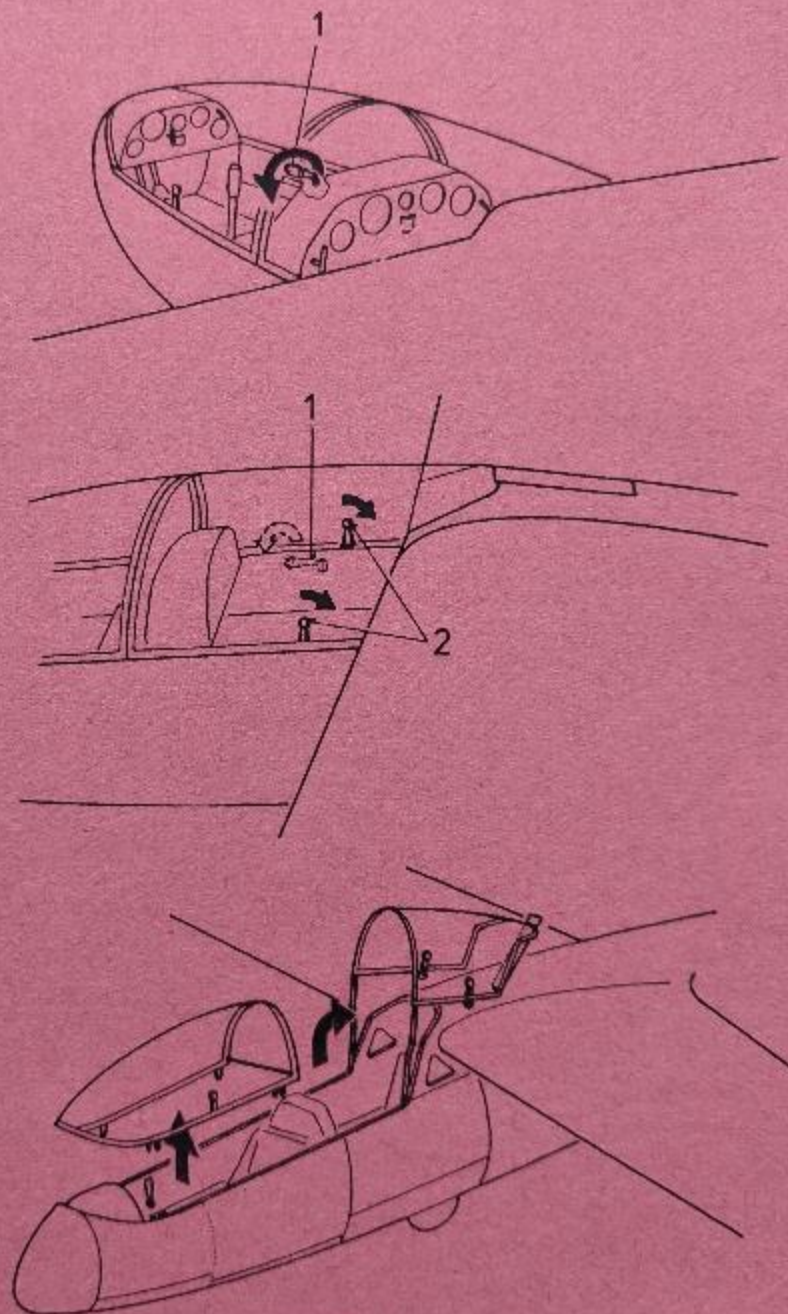

FIG. 3 - 1
3.2 CANOPY JETTISON (SEE FIG. 3 - 1)